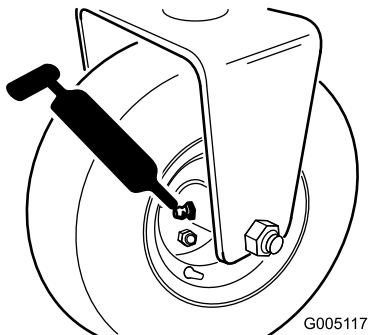

Figura 28
- Conjunto del buje del rodillo trasero, o si está equipado con un kit de tracción a 3 ruedas, los embragues de rodillo de las ruedas traseras y el cojinete de bolas externo (1) (Figura 28).